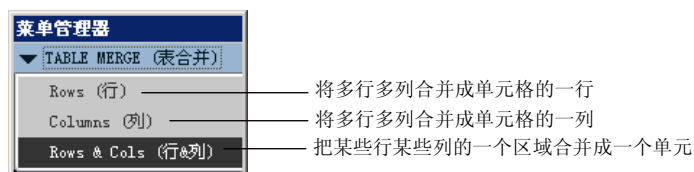

图 6.3.21 “表合并”菜单
Step2. 选择 **表**  命令。系统弹出 **TABLE MERGE (表合并)** 菜单，菜单中各命令含义如图 6.3.21 所示。